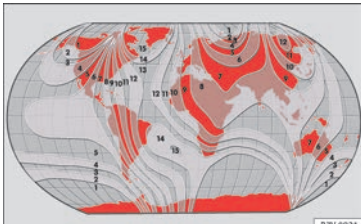

Abb. 119 Kompasszonen.
- Kompasszone entsprechend dem aktuellen Standort auswählen »» **Abb. 119**.